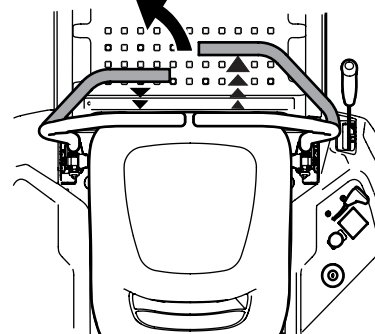

Figura 3-5
- Para girar a la izquierda, mueva la palanca de control del lado izquierdo hacia atrás respecto de la palanca derecha. Consulte la Figura 3-5.